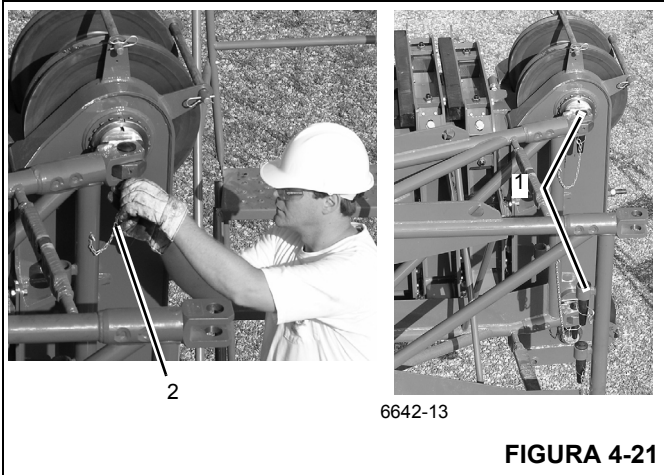

FIGURA 4-21
11. Remova os pinos (1, Figura 4-21) armazenados na extensão, instale-os nos furos (lado direito da extremidade da lança) e fixe-os com grampas de retenção (2).